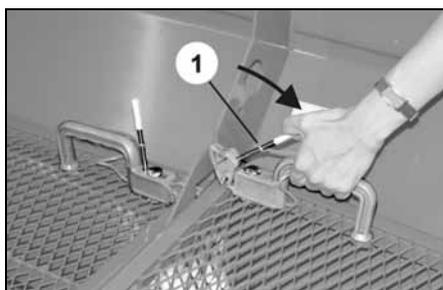

Fig. 12
- (Fig. 12/1) position de déverrouillage (relèvement de la grille de protection)
2. Saisissez la poignée et tirez l'outil de déverrouillage vers vous (Fig. 12).